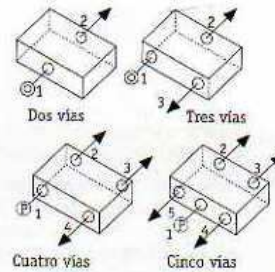

Fig. 16.13. Número de vías u orificios.
- **Número de vías.** Corresponde al de agujeros que tiene la válvula, tanto de entrada del aire como de salida (Fig. 16.13).